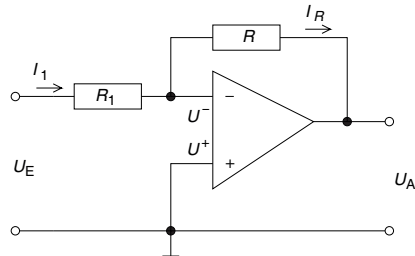

Abbildung 3: Schaltbild eines invertierenden Verstärkers
2. Bauen Sie einen invertierenden Verstärker gemäß Abb. 3 mit einer Verstärkung von 10, 100, 1000 auf und verstärken Sie Rechtecksignale. Beachten Sie dabei, dass die Ausgangsspannung die Versorgungsspannung nicht überschreiten kann. Wegen der Impedanz des Funktionsgeneratorausgangs sollte $R_1 = 4,7\ \text{k}\Omega$ gewählt werden. Beim OPV muss zuerst der sogenannte Offset korrigiert werden. Das ist erreicht, wenn z. B. bei (zur Null-Volt-Achse) symmetrischem Eingangssignal auch das Ausgangssignal symmetrisch ist.³